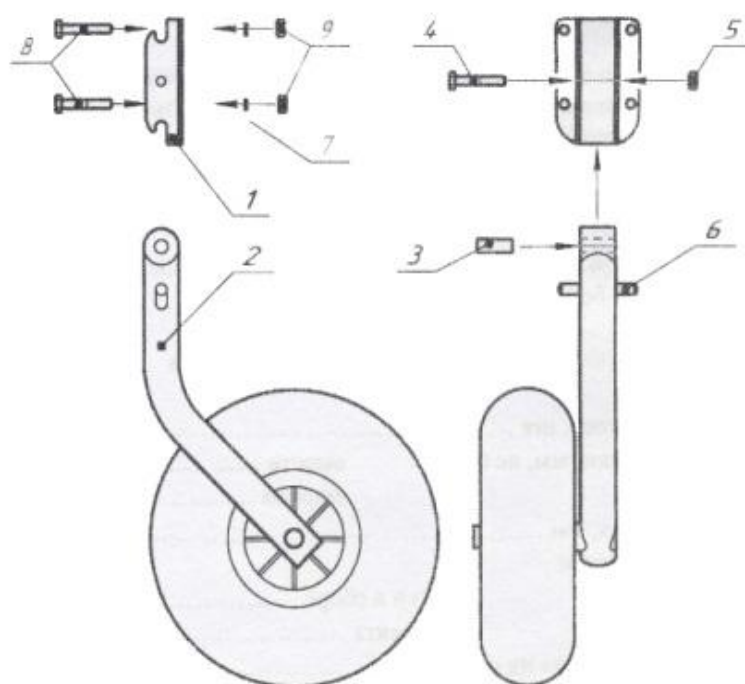

Рис. 1 Стойка шасси левая (правая – зеркальное отражение)
4.2. Стойки рычажного типа с консольной навеской колес состоят из следующих основных элементов (рис. 1):